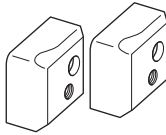

Fig. 57
4. Cortadora (Fig. 57) (N° de código 319706)